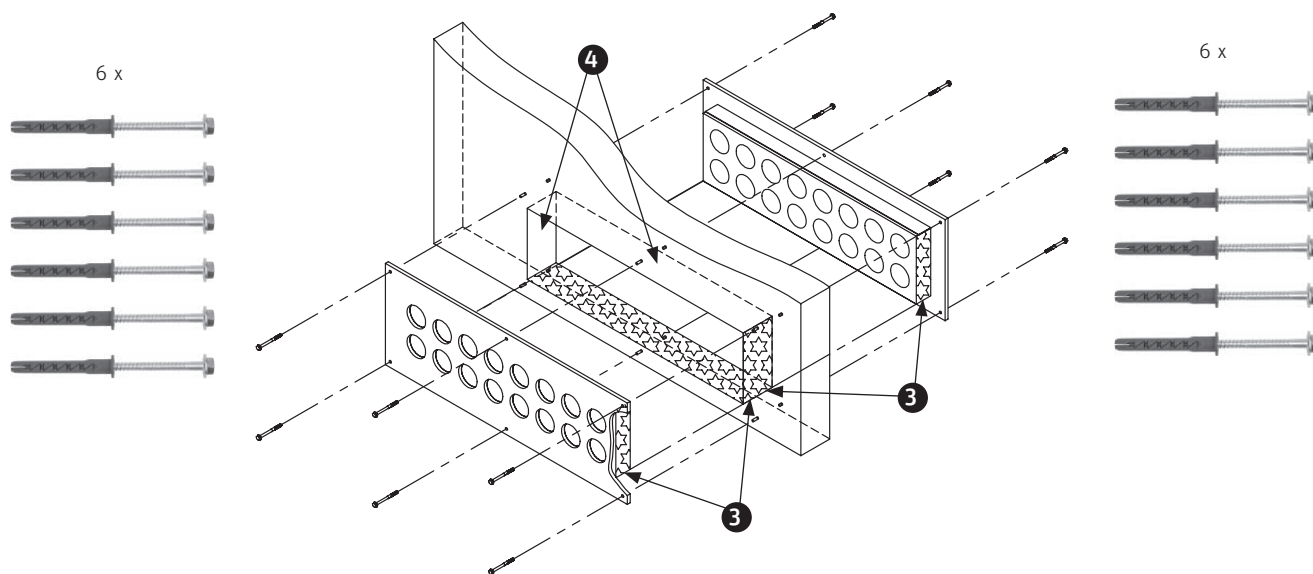

Fig. 38 Cloison coupe-feu dans le passage mural
- Introduire les deux cloisons coupe-feu dans le passage mural – Fig. 38.
**INFORMATION IMPORTANTE :** Pousser les cloisons coupe-feu complètement dans l'angle, car les côtés sans bande coupe-feu doivent être en contact avec l'embrasure du passage mural **3**. La bande coupe-feu se retrouve alors dans l'interstice opposé restant **4** – Fig. 38.
- Percer des trous de fixation  $\varnothing$  8 mm (cheville F8) pour la cloison coupe-feu (utiliser la cloison coupe-feu comme gabarit de perçage) – Fig. 38.
- Visser les deux cloisons coupe-feu à l'aide des vis à six pans fournies, avec les rondelles pressées et les chevilles W-UR 8 – Fig. 38.